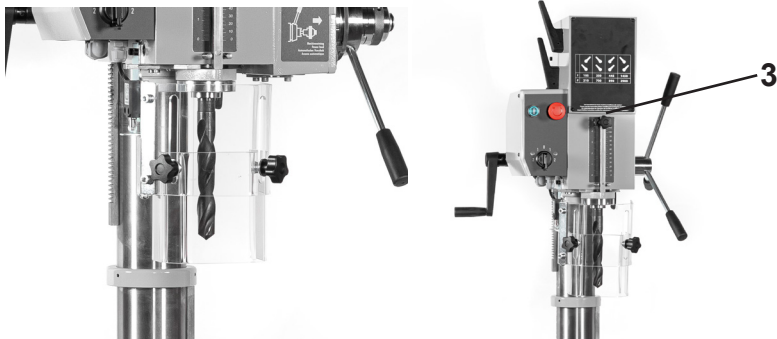

Figure 2a - Protection de perçage (pour les machines de la zone UE). Figure 2b - Butée de profondeur (3).
- N'utilisez jamais la machine si des protections sont manquantes. La protection de perçage (figure 2a) doit toujours être utilisée. Pour des raisons de sécurité, la protection de perçage est équipée d'un micro-contact.